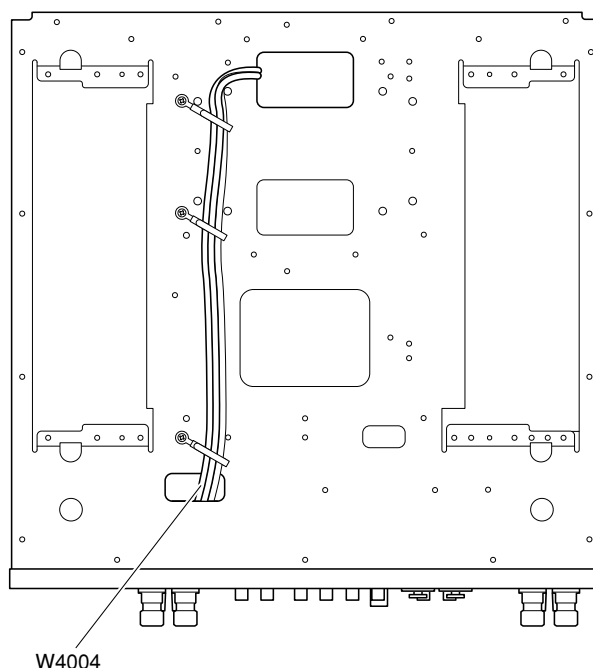

Fig. 9
- Disconnect the cable (W4004) from the bottom. (Fig. 9)
- 底面のケーブル(W4004)を外します。(Fig. 9)